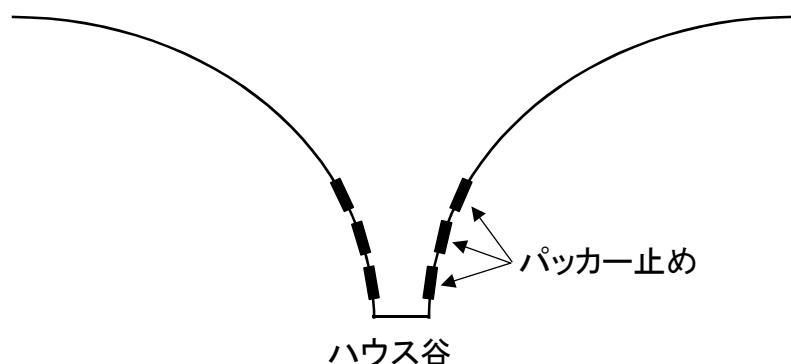

図1 ハウス南側妻面の谷部パッカー止め事例
- (1) アーチパイプを増設する（画像2）。
- (2) 筋交いパイプで補強する（画像3）。
- 6) フィルムの破損を防止するために妻面の谷部分をパッカー止めする（図1）。